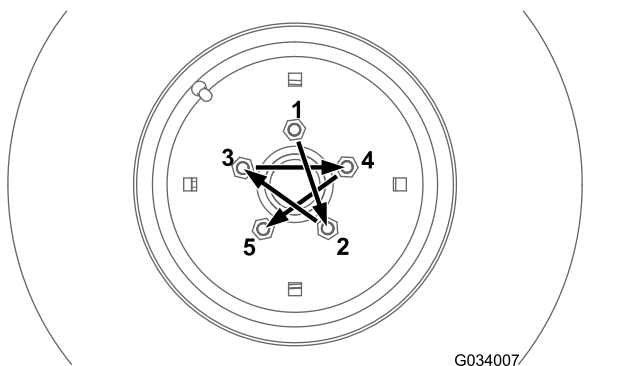
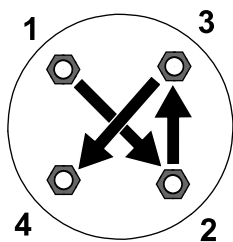

Figura 69
Figura 70
Aperte as porcas das rodas traseiras e dianteiras (apenas máquinas com tração às 4 rodas) num padrão cruzado como se mostra na Figura 69 e Figura 70 com o aperto especificado.
- Rodas dianteiras: consulte Figura 69
- Rodas traseiras (apenas máquinas com tração às 4 rodas): consulte Figura 70